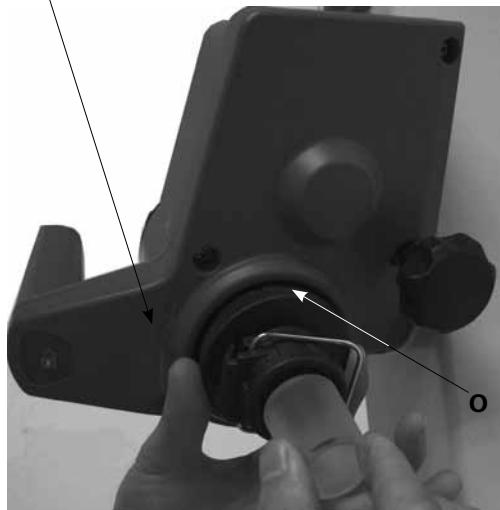

Fig. 14a
- Ouvrez le dispositif d'arrêt (**O**) de la tête d'entraînement en tournant à 60° dans le sens inverse des aiguilles d'une montre. (Fig. 14a)